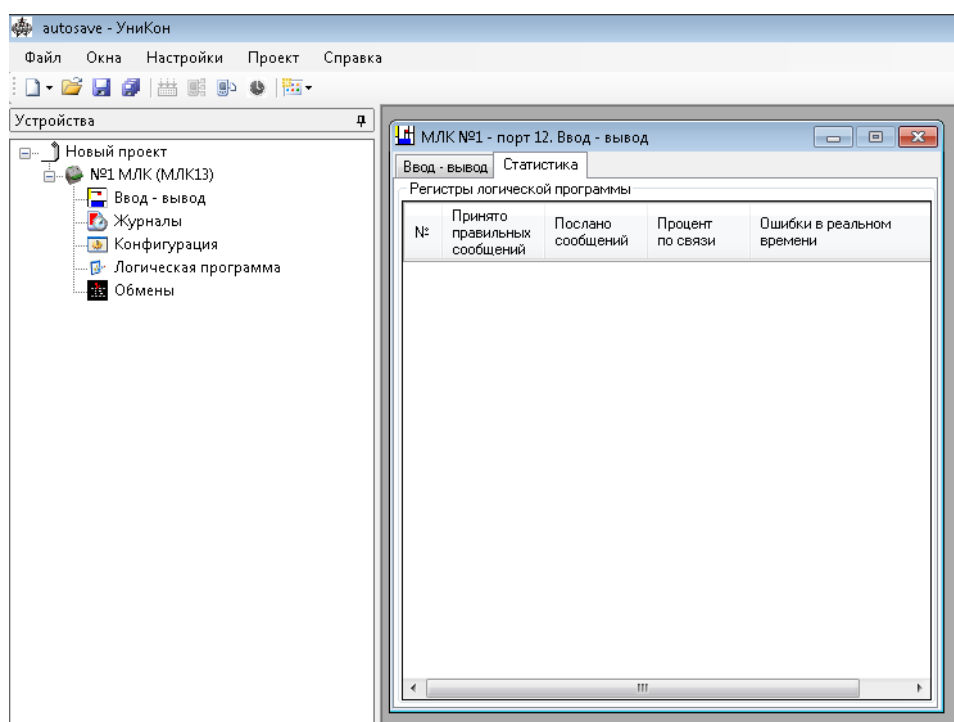

Рисунок 3.4 – Окно «Ввод-вывод», «Статистика» контроллера
Окно «Ввод-вывод» контроллера (рисунок 3.3, рисунок 3.4) имеет две вкладки:
2. Вкладка статистика – статистика запросов по порту связи RS-485, когда устройство является на шине ведущим (рисунок 3.4). В этом окне отображается статическая обработка сообщений (по последнему запросу):